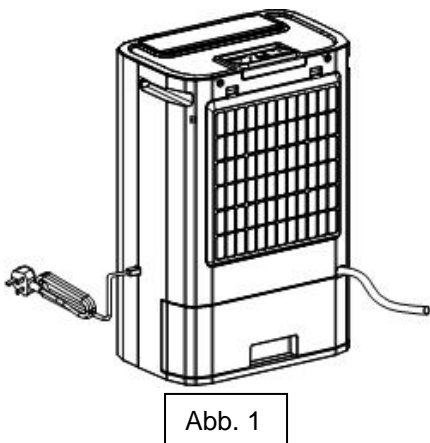

Abb. 1
- 3.5. Schieben Sie nun den Wassertank wieder in seine normale Position. Achten Sie darauf, dass dabei der Schlauch durch die für ihn vorgesehene kleine Öffnung rechts über dem Kondenstank geführt wird und alles ordnungsgemäß sitzt und kein Wasser an den Verbindungen auslaufen kann (siehe Abb. 1).